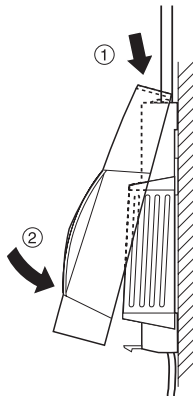

Fig. 5. Replacer le couvercle boîtier
- ▶ Replacer le couvercle en position par le dessus et l'encliqueter (voir Fig. 5).
- Placer le couvercle du boîtier par le dessus et l'encliqueter en bas (voir Fig. 5).
- ▶ Placer le couvercle du boîtier par le dessus et l'encliqueter en bas (voir Fig. 5).